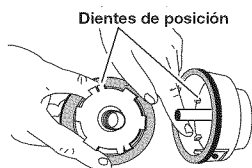

Fig. 16
5. Cerciórese de que los dientes de posición del carrete interior y la bobina exterior no estén desgastados (Fig. 16). Si fuera necesario, quite las rebabas o cambie el carrete y la bobina.